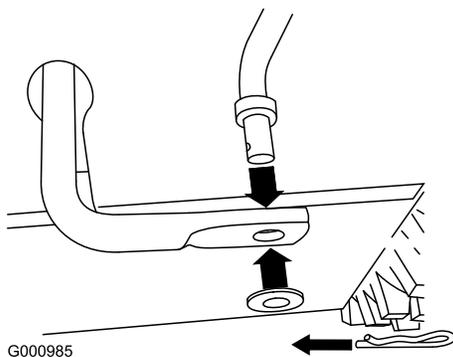

Bild 10
- Entfernen Sie den Splint und die Scheibe vom unteren Ende des Geschwindigkeitseinstellgestänges und setzen Sie das untere Ende der Stange in den unteren Gestängearm ein. Das gebogene Ende des Geschwindigkeitseinstellgestänges sollte nach hinten zeigen (Bild 10).